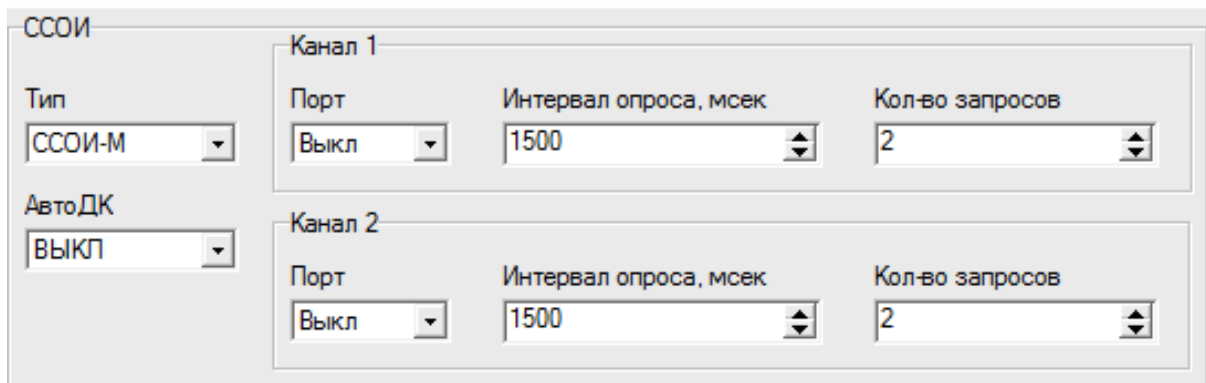

Рисунок 42.
- а) В списке «Тип» группы «ССОИ» (см. рисунок 42) выбрать тип подсистемы «ССОИ» или «ССОИ-М»;
При использовании комплекса совместно с подсистемой необходимо в группе «СОЛИД» (см. рисунок 42) в списке «Порт» выбрать СОМ-порт, к которому подключена подсистема.